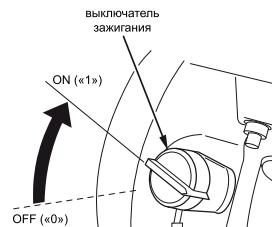

Рис. 8
8. Перевести выключатель зажигания в положение «ON» («1») (см. рис. 8).
13. Для запуска насоса при температуре окружающего воздуха +5 .. +10°C, необходимо перевести выключатель зажигания в положение «OFF» («0») (см. рис. 8). Без излишней силы 3-4 раза дернуть за ручку шнура стартера на себя. Далее действовать как указано в пунктах 6-12.
2. Перевести выключатель зажигания (рис. 8) в положение «OFF» («0»).